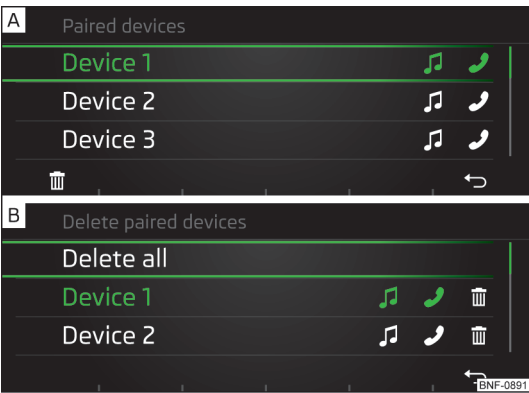

Fig. 118
Los equipos externos acoplados en la lista son visualizados con los siguientes símbolos de los perfiles Bluetooth® con el teléfono conectado » **fig. 118 - A**.
- Con el regulador  seleccionar el equipo externo » fig. 118 - [\[A\]](#).
- Pulsar la tecla de función  » fig. 118 - [\[A\]](#).
- Con el regulador  seleccionar el equipo externo » fig. 118 - [\[B\]](#).